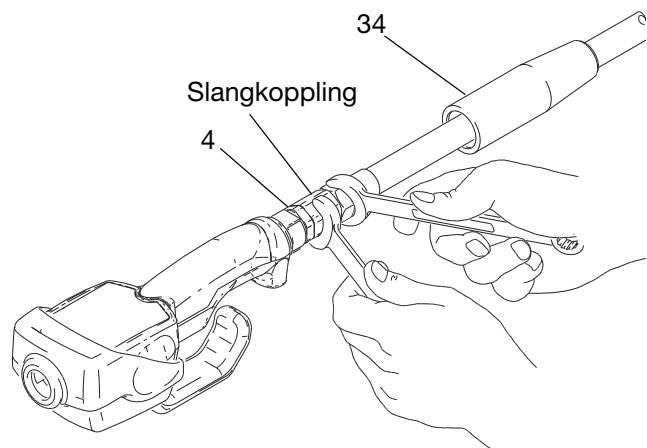

FIG. 5
2. Skjut in svivelkåpan (34) på slangen, med den smala änden först, innan du ansluter slangkopplingen till sviveln (4) (FIG. 5).
4. Skruva in slangkopplingen i sviveln (4) och dra åt ordentligt (FIG. 5).